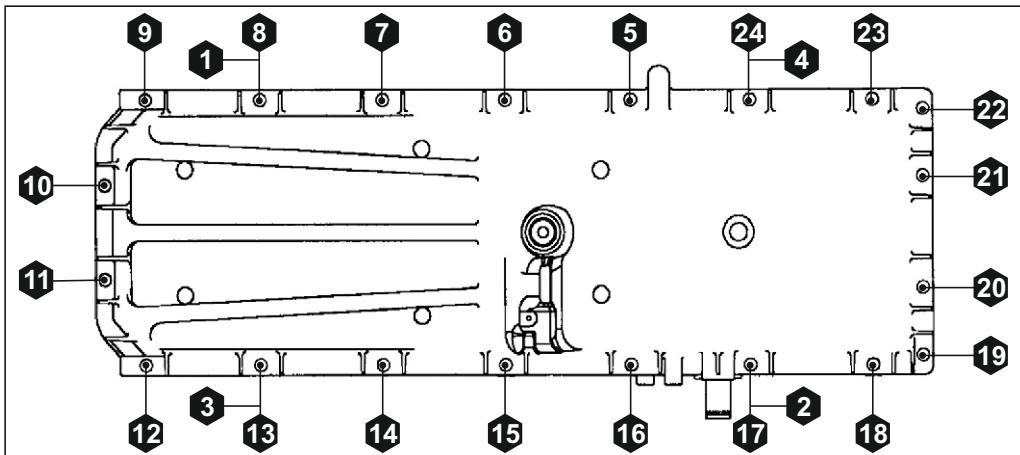

Рис. 119. Порядок затяжки болтов крепления картера масляного.
6. Завернуть гайки согласно порядку, указанному на **Рис. 119**, и затянуть моментом  $M_{kp} = 20 \pm 4$  Нм.